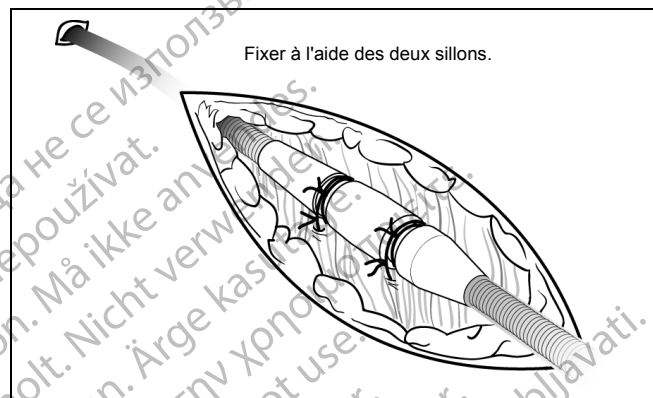

Figure 7. Utilisation du manchon lors de l'implantation par voie percutanée.
1. Détacher la gaine de l'introducteur et glisser le manchon de suture en profondeur dans le tissu (Figure 7).